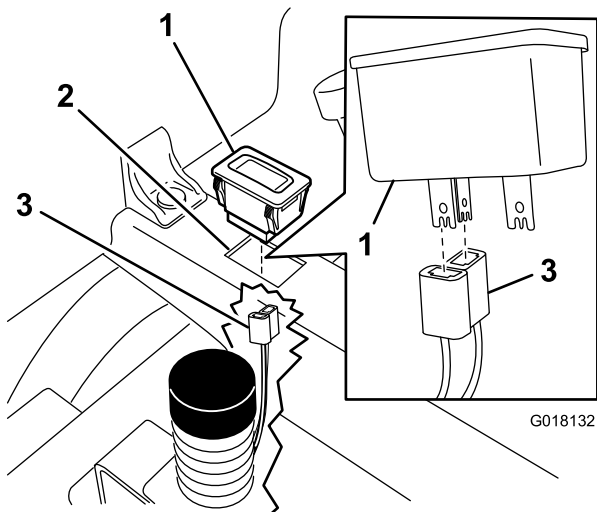

Bild 1
4. Schließen Sie den Betriebsstundenzähler am Kabelbaum an (Bild 1).
Stecken Sie die zwei vertikalen Pole des Betriebsstundenzählers in die zwei Schlitze im Betriebsstundenzähleranschluss, wie in Bild 1 dargestellt.
5. Bauen Sie den Betriebsstundenzähler im Ausschnitt ein (Bild 1).